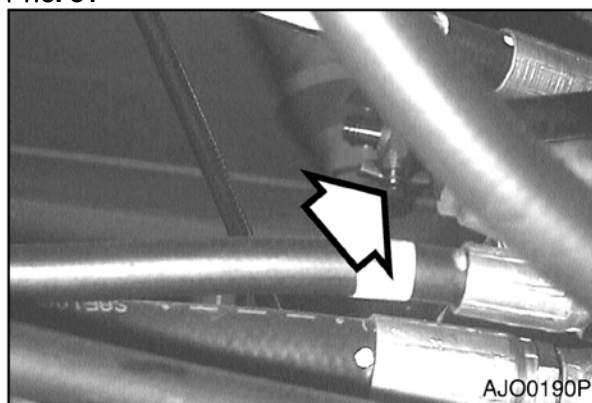

Рис. 82
2. Установите емкость под крышку сливного отверстия гидробака. Затянуть крышку сапуна на гидробаке. См. рис. 13 на стр. 4-14. Снять заглушку сливного отверстия на дне бака. См. рис. 82. Полностью слить масло гидравлической системы.